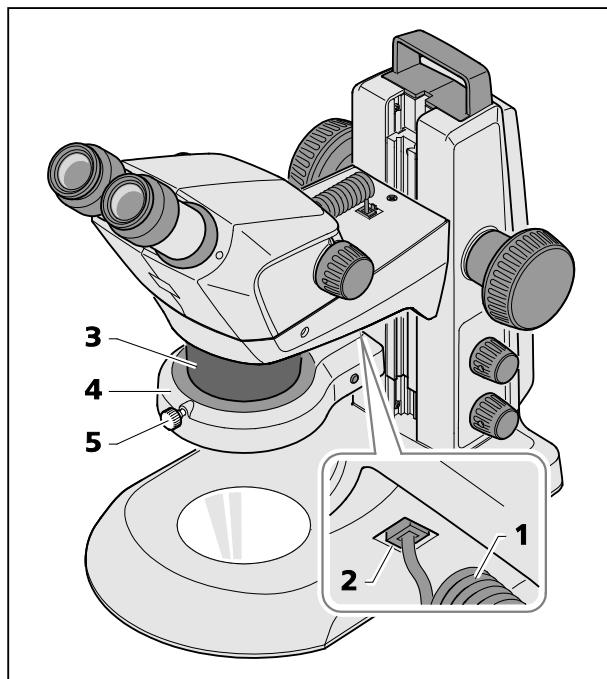
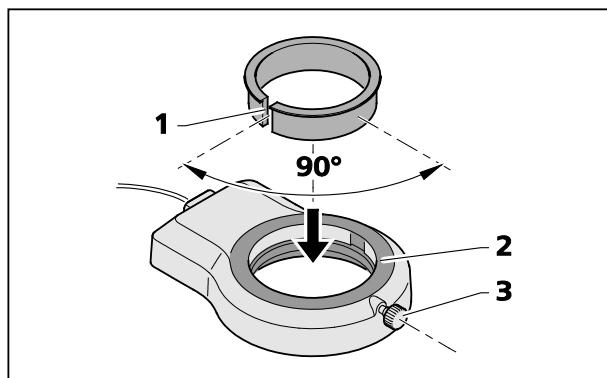

图13 在显微镜主机上安装环状光源
图14 在镜片 3 上安装环状光源
- 将环状光源（图13/4）连接电缆（图13/1）插入 Stemi 托架的下端插槽（图13/2）和环状光源插槽。
- 将环状光源从下往上推入显微镜主机（图13/3），并用指旋螺丝（图13/5）固定。
- 将与光学镜片一起提供的开槽适配器环（图14/1），从上面嵌入环状光源（图14/2）中。
- 借助光学镜片上的适配器将环状光源向上移动，并用夹紧螺栓（图14/3）固定（相似步骤图13）。
当适配器槽口（图14/1）向环状光源的夹紧螺栓（图14/3）呈约 90° 时，将达到最佳夹紧效果。